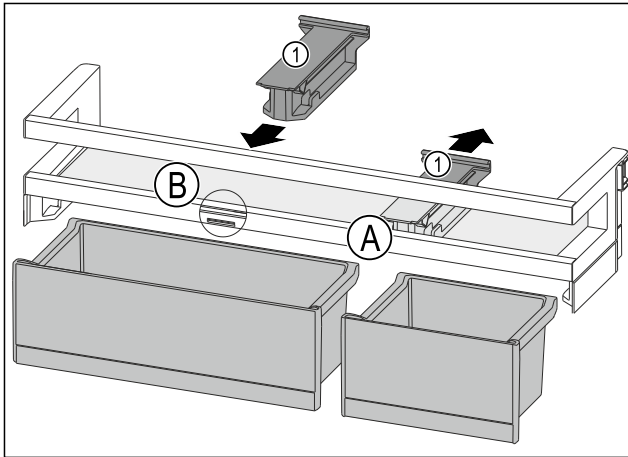

Fig. 81
- Haltebolzen Fig. 81 (1) in Position Fig. 81 (A) nach hinten abziehen.
- Haltebolzen Fig. 81 (1) in Position Fig. 81 (B) einsetzen.